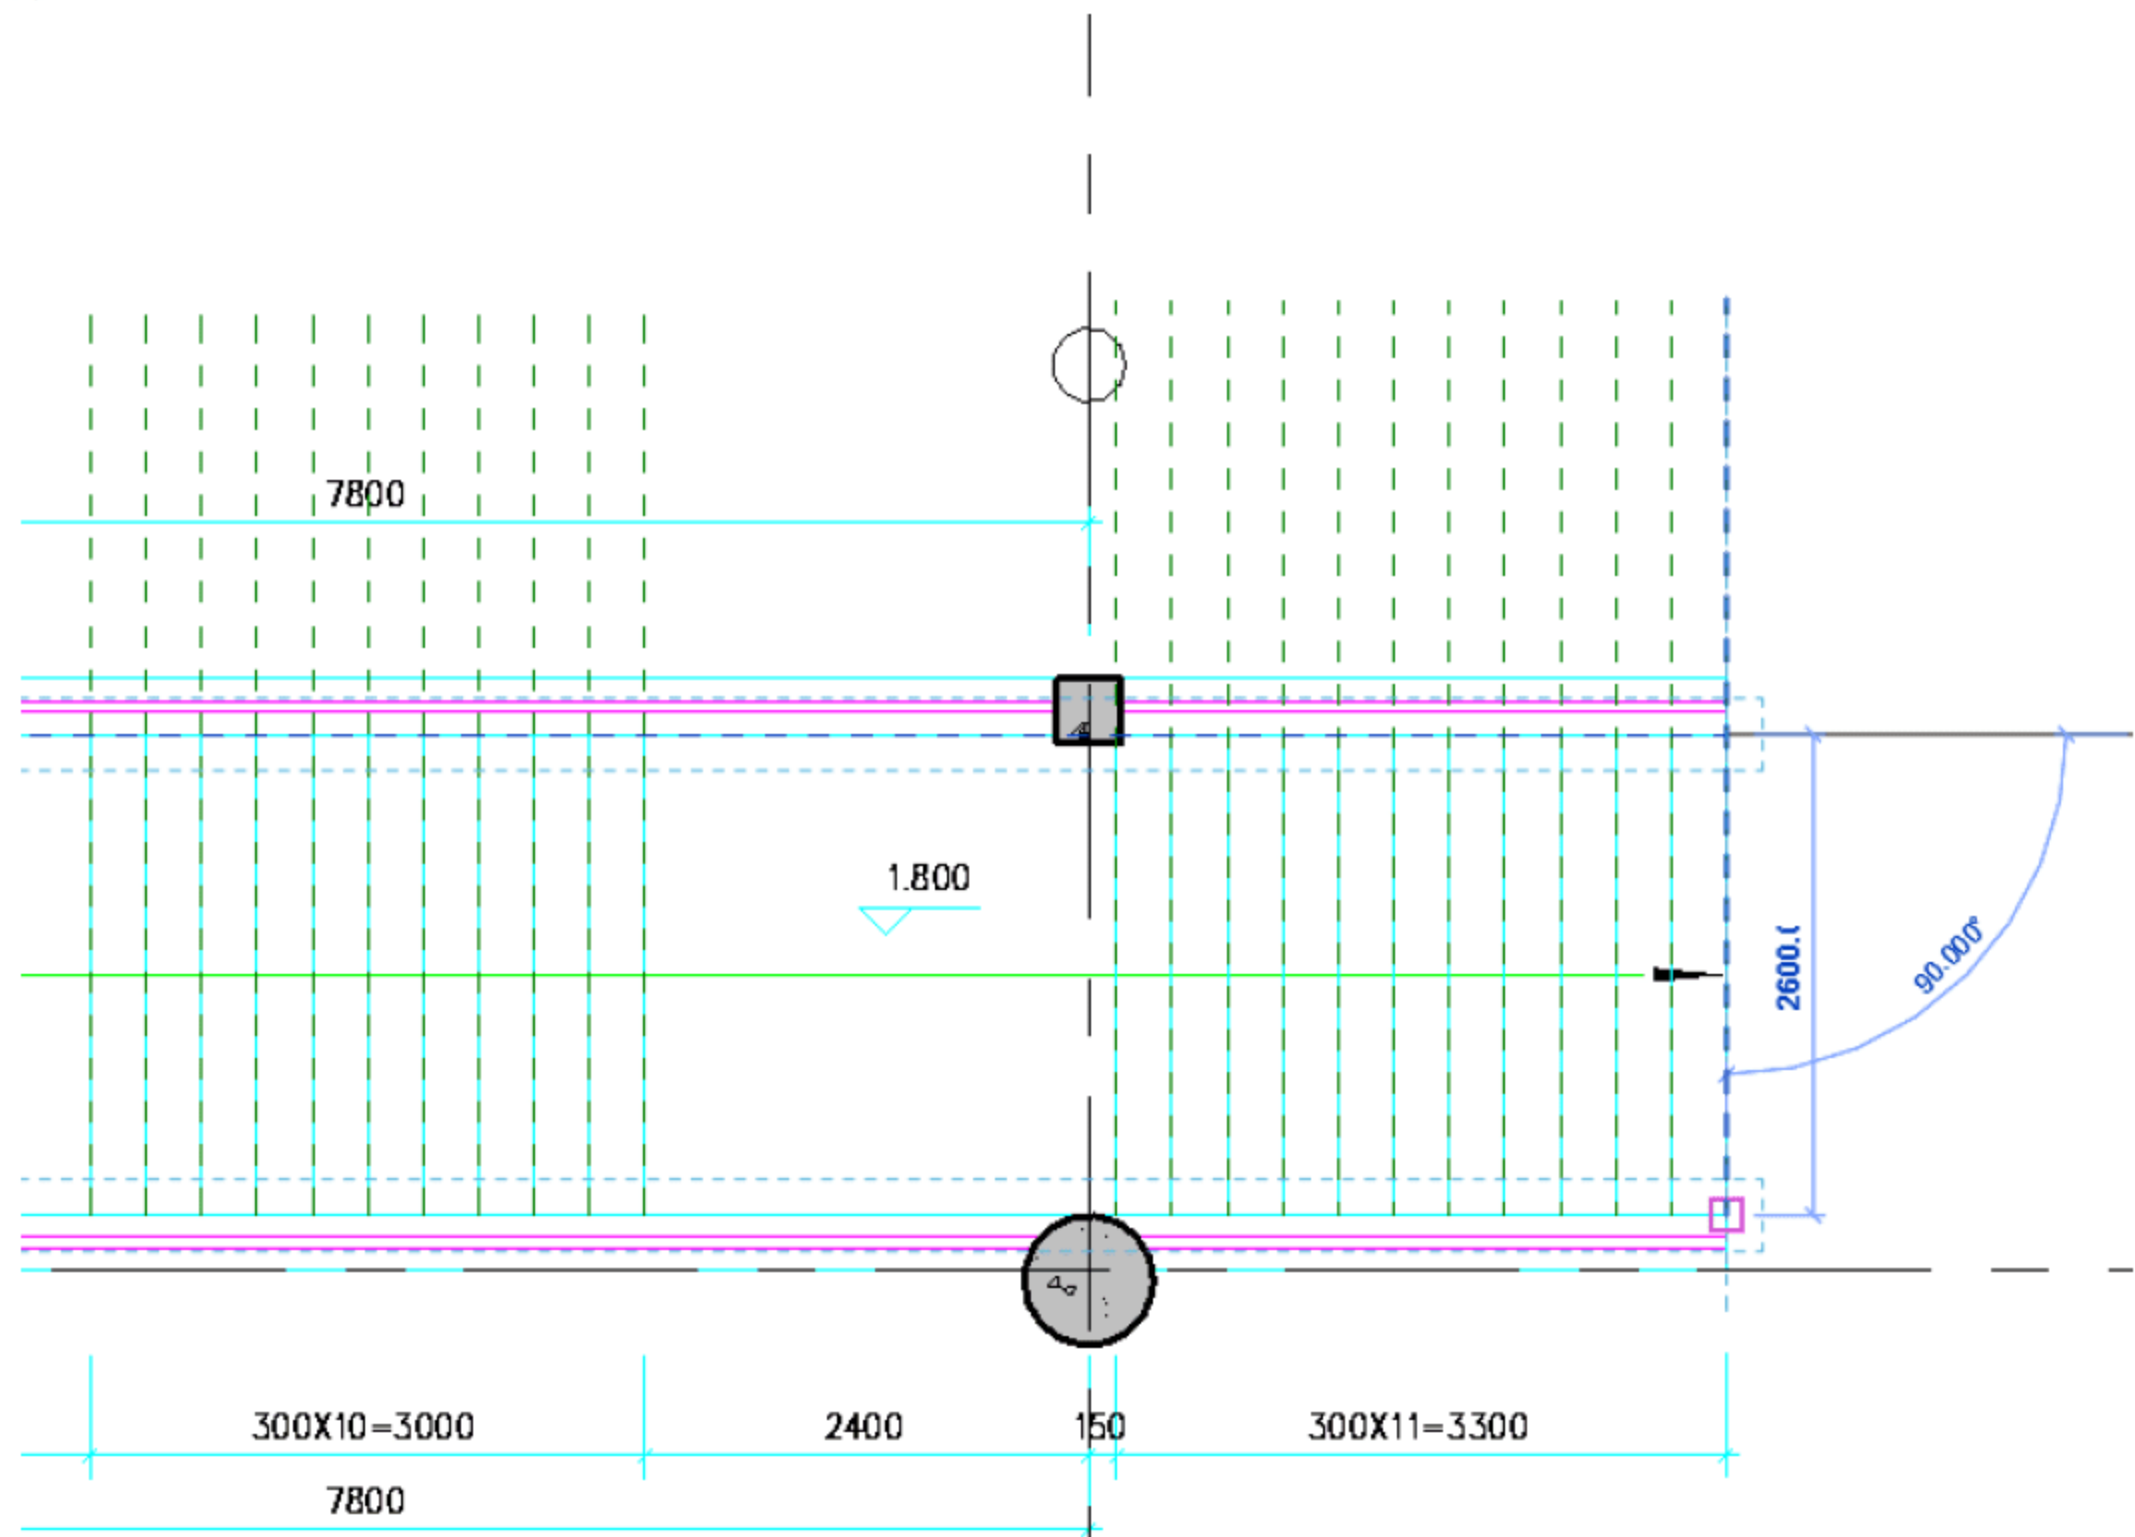

图 11.2.70 复制多个水平参照线
(5) 绘制水平参照平面。按快捷键 R+P 绘制参照平面，沿着楼梯最上面的边线绘制一条水平参照平面，按快捷键 C+O，然后捕捉楼梯线依次再向下复制一条参照线，如图 11.2.70 所示。